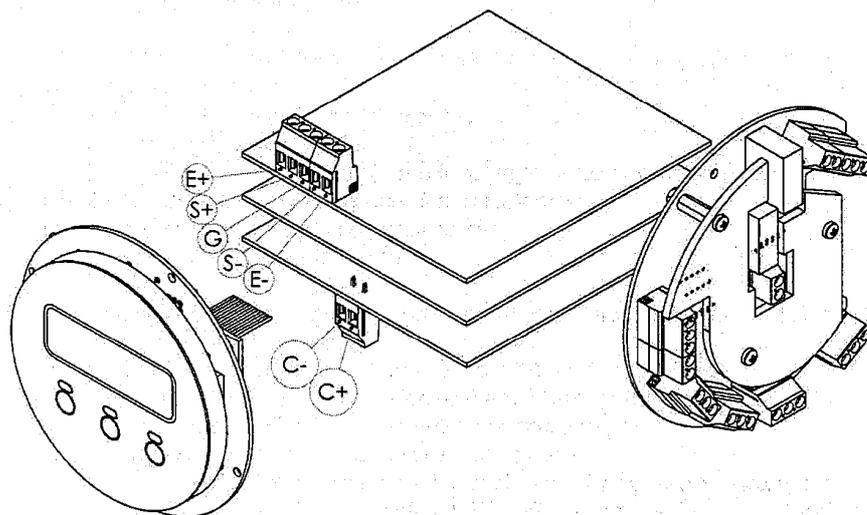

Fig. 10: Terminali dell'elettronica
3. Sull'apparato elettronico cortocircuitare i terminali "E+", "E-" e "G" (Si veda fig.10), accendere il misuratore e verificare se l'errore è ancora presente.
1. Spegnerne lo strumento, rimuovere la connessione dei cavi C+ e C- (per la versione remota) (Si vedano figure a pag.11), o il terminale delle bobine (per la versione incorporata), (Si veda fig.10), Verificare che la resistenza delle bobine sia circa 120 oHm (at 20°C)
3. Spegnerne lo strumento, rimuovere il terminale delle bobine dalla scheda (Si veda fig.10),.
1. Verificare che le connessioni siano state fatte nel totale rispetto delle indicazioni riportate nello schema di cablaggio (Si vedano fig.10 e figure a pag.11)
2. Spegnerlo strumento, rimuovere dei cavi C+ e C- dalla morsettiera (per la versione remota, Si vedano figure a pag.11) o il terminale delle bobine (per la versione incorporata, si veda fig.10)
- Verificare le connessioni dei cavi degli elettrodi E+ e E- (Si vedano fig.10 e figure a pag.11).